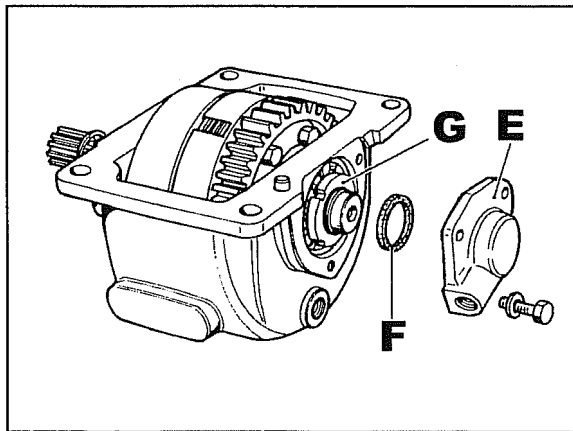

Abb. 3
- 5 Den Deckel **E** Abb. 3 abnehmen und dann den Öldichtungsring Quadring **F** entfernen.
- 6 Die Ringmutter **G** Abb. 3 entfernen.